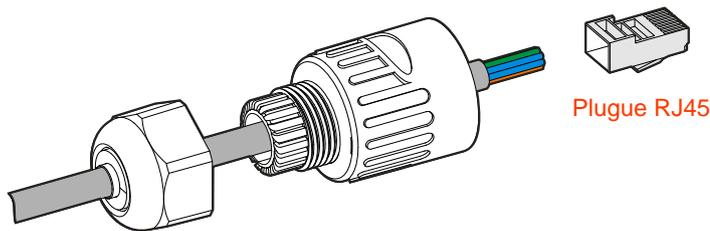

Figura 3-29 Crimpe os cabos do plugue RJ45
- Etapa 1 Retire a camada de isolamento do cabo de comunicação, solte a contraporca do conector RJ45 à prova d'água (conforme mostrado na Figura 3-29) e, em seguida, coloque o cabo de comunicação no conector RJ45 e crimpe-o no plugue RJ45.